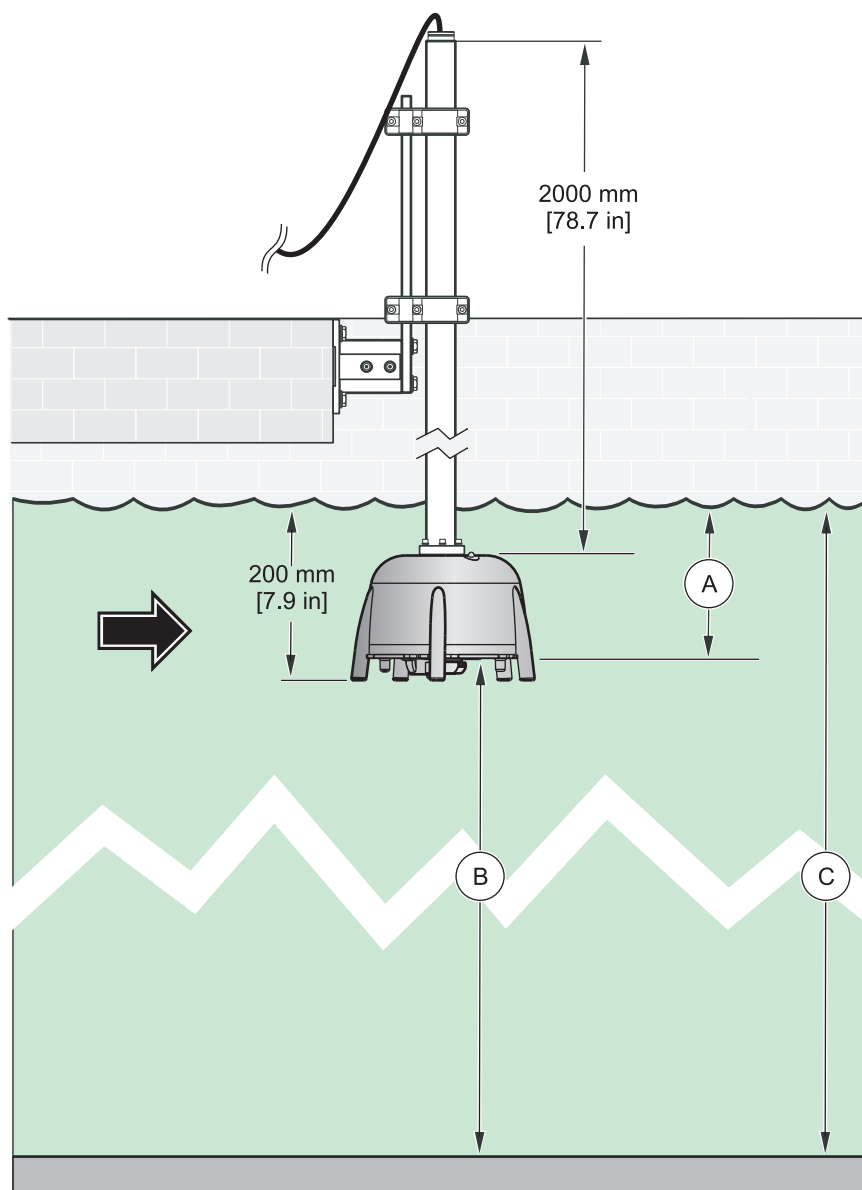

Figura 10 Adâncime de scufundare-adâncime bazin
4. În meniul CALIBRARE sondă, introduceți adâncimea de scufundare efectivă (articolul A, Figura 10) în opțiunea din meniu ADÂNCIME.
6. În meniul CALIBRARE sondă, introduceți valoarea înregistrată pentru adâncimea bazinului (articolul C, Figura 10) în opțiunea din meniu ADÂNCIME BAZIN.